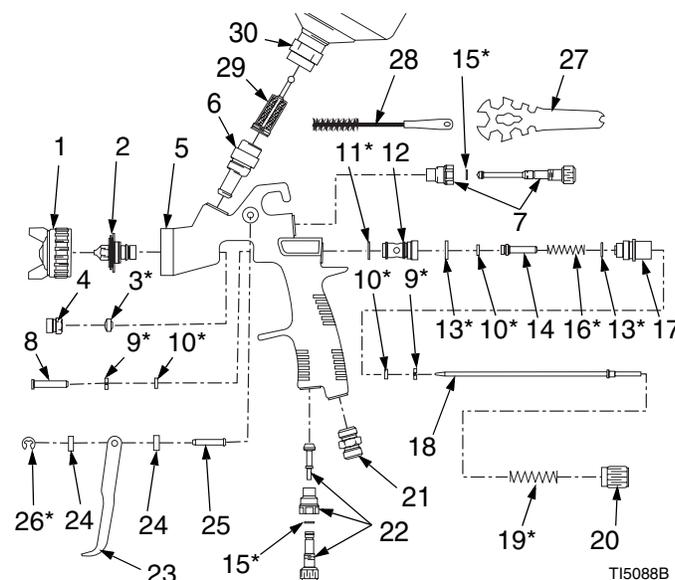

FIG. 7
- Retire la copela (30) y el filtro (29) y límpielos. FIG. 7.
- Retire el cabezal de aire (1) y la boquilla (2) tal como se indica en la página 6 y sumérjalos en un disolvente compatible.
1. Retire el anillo de retención (26), las juntas (24), el pasador (25) y el gatillo (23). FIG. 7.
2. Retire la tuerca prensaestopas (4) y la empaquetadura (3).
3. Retire el eje de la válvula de aire (8).
4. Retire el racor (17) con la llave Allen (Mini-HVLP: 8 mm, convencional/HVLP: 9 mm).
5. Retire las juntas tóricas (13, 10) y el soporte (9) del racor (17).
6. Retire el muelle (16), el pistón (14), y la junta tórica (10).
7. Retire el asiento de la válvula de aire (12) con la junta tórica (13) y la junta (11).
8. Retire la junta tórica (10) y el soporte (9).
10. Instale en el orden inverso al desmontaje. Lubrique la aguja y las juntas tóricas. Apriete los soportes de las empaquetaduras de junta tórica (9) hasta que consiga el movimiento suave del eje (8) y del pistón (14) de la válvula neumática. **NO** apriete excesivamente los soportes de las empaquetaduras de junta tórica ya que la aguja o el gatillo podrían agarrotarse. Asegúrese de disparar la pistola cuando instale la boquilla (2).